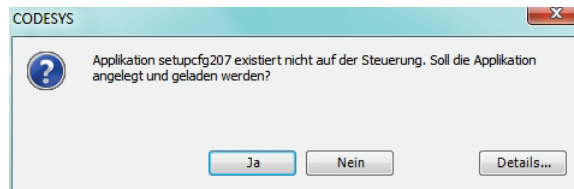

Abb. C.4 Bestätigung der Projektübertragung
- Klicken Sie im neuen Dialogfenster (Abb. C.4) auf **Ja** um die Übertragung zu bestätigen.